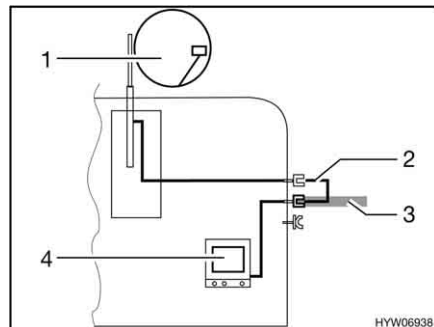

Bild 98 TV im Fahrzeug
- TV im Fahrzeug (Bild 98,4): Anschluss an Dachantenne (Bild 98,1) mit Verbindungskabel (Bild 98,2)
- TV im Fahrzeug (Bild 98,4): Anschluss an externe Antenne (Bild 98,3)